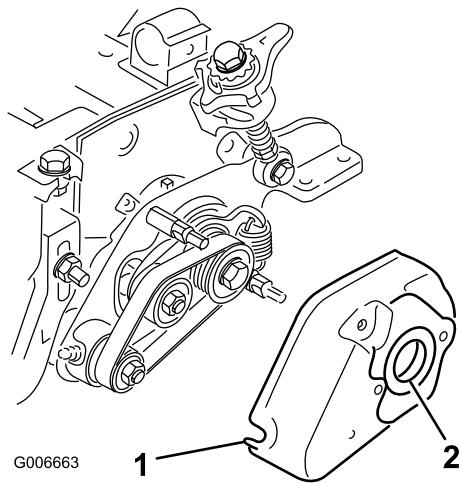
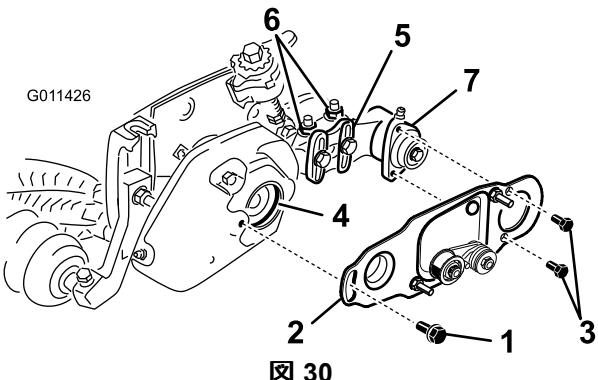

図 29
図 30
35. グルーマカバーを取り付けて 5/16 in フランジナット 2 個で固定する図 29。
36. A グロメットカバーについているグロメットの内側に薄くグリスを塗る図 29。
37. ローラブラシベアリングハウジングをローラブラシ取り付けブラケットに固定しているボルトをゆるめる図 30。
38. ローラブラシピボットプレートを取り付ける図 30。ピボットプレートの突き出し部をグロメットに挿入するときに、グロメットがカバーに正しく着座しているのを確認すること。
39. $5/16 \times 5/8$ in キャップスクリュ2本に242 ロクタイト青を塗り、これを使ってブラシプレートをローラブラシベアリングハウジングに取り付ける図 30。キャップスクリュを $2.02.6$ kg.m にトルク締めする。
- ローラブラシ取り付けブラケットをカッティングユニットのサイドプレートに固定しているフランジナット2個をゆるめる図 30。
- ブラシプレートがカッティングユニットユニットのサイドプレートに平行になるまでローラブラシベアリングハウジングを回転させる図 30。
- ローラブラシ取り付けブラケットをカッティングユニットのサイドプレートに固定しているフランジロックナット2個を締め付ける図 30。
41. ショルダボルトにロクタイト242青を塗布する図 30。ショルダボルトを使って、ブラシプレートをグルーマカバーに取り付ける。(図 29。ボルトを $2.02.6$ kg.m にトルク締めする。